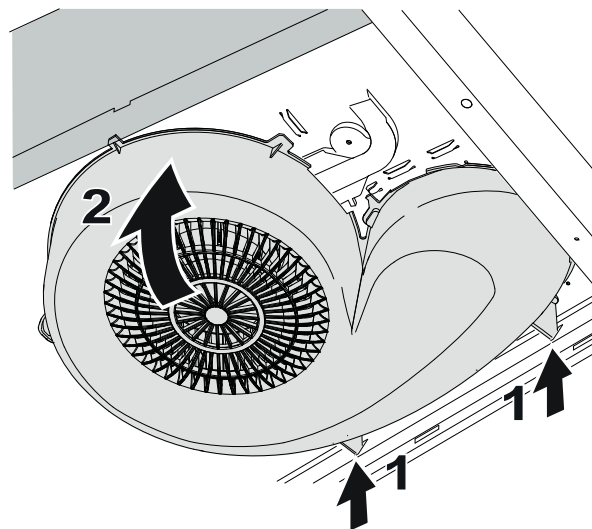

Fig.7
Sätt tillbaka fläkthuset genom att passa in stöden i bakkant på fläkten (1). Vik upp fläkthuset (2). Fig.7